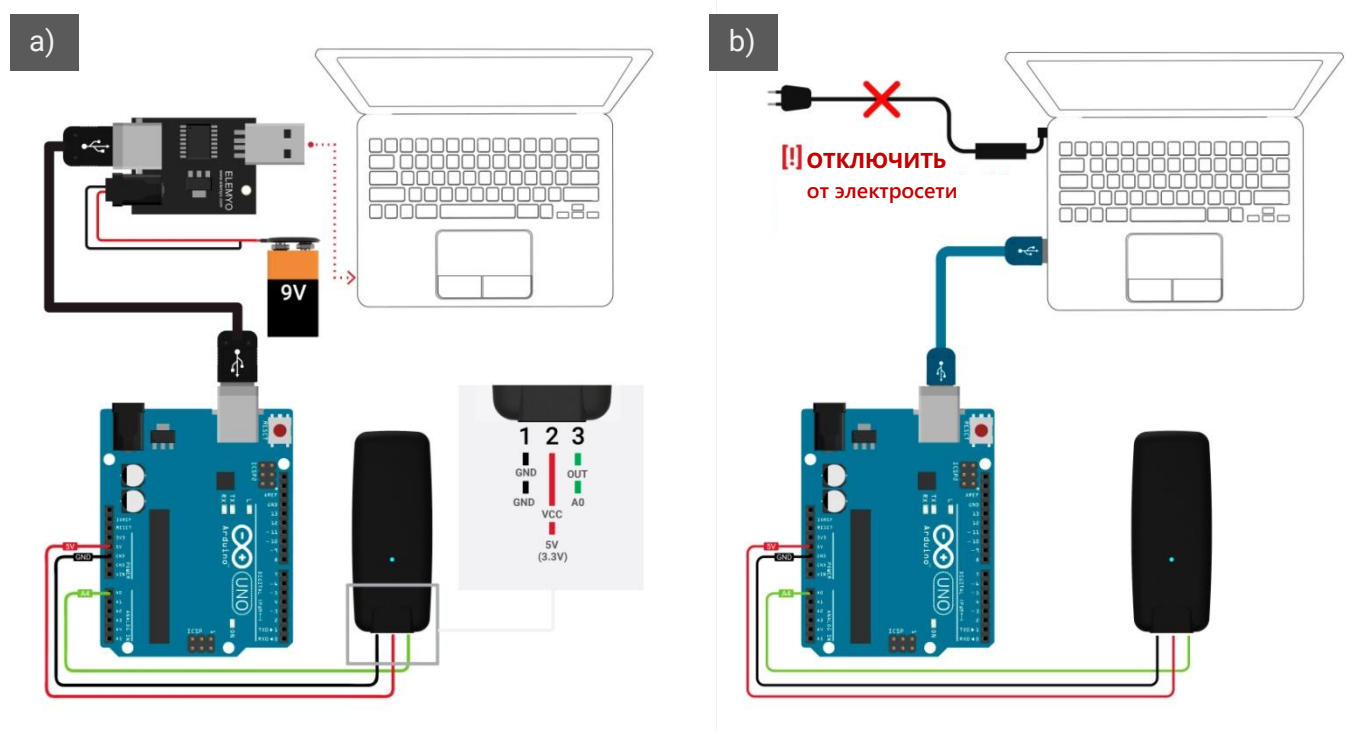

Рис. 2: Схема подключения MYO-micro v1.0 к Arduino UNO:
**Обязательно** используйте USB изолятор, если подключаете Arduino к компьютеру, включенному в сеть электропитания\* (см. рис. 2 а)). Если используется ноутбук со встроенным аккумулятором (до 12 вольт), то USB изолятор можно не использовать при условии, что **ноутбук отключен от сети электропитания** (см. рис. 2 б)). Соблюдайте общепринятые нормы и правила электробезопасности при работе с датчиком.